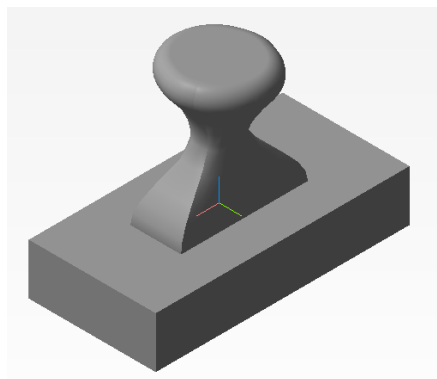

Рис.7.
7.7. Скругление верхней грани: на панели **Элементы тела** нажмите кнопку  **Скругление**. На панели **Параметров** в поле **Радиус** введите 5. Направьте курсор на верхнюю круглую грань и, когда он примет вид , щелкните мышью. Нажмите кнопку **Создать объект** (рис. 7).